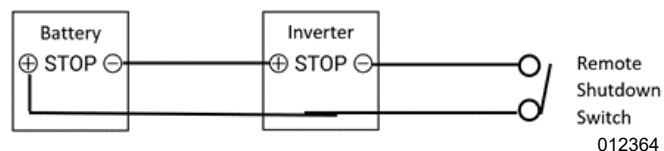

Figura 4-14. Cableado en serie del interruptor de desconexión remota
2. Consulte la **Figura 4-14**. Los terminales de DETENCIÓN y el interruptor de desconexión remoto se pueden conectar en uno solo circuitos en serie. En este caso la polaridad sí importa. Conecte “STOP +” del primer dispositivo a “STOP-” del segundo dispositivo. Entonces, conecte los dos terminales “STOP” al interruptor de desconexión remota.